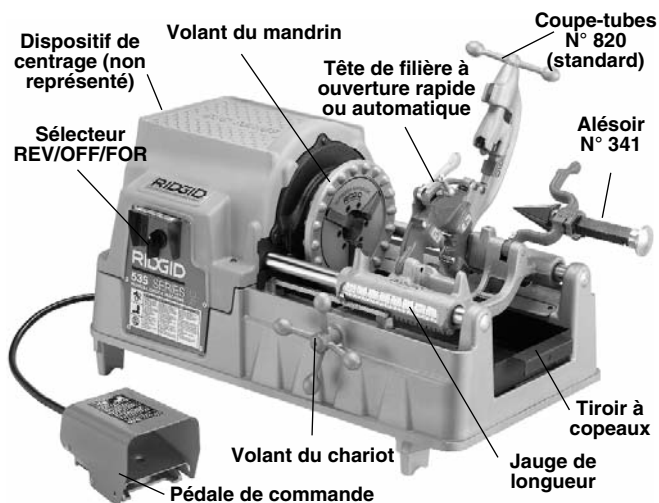

Figure 4 – Machine à fileter Modèle 535 pour tuyaux et boulons
1. Vérifiez que la machine à fileter est débranchée et que le sélecteur directionnel est en position OFF (arrêt) (Figure 4).